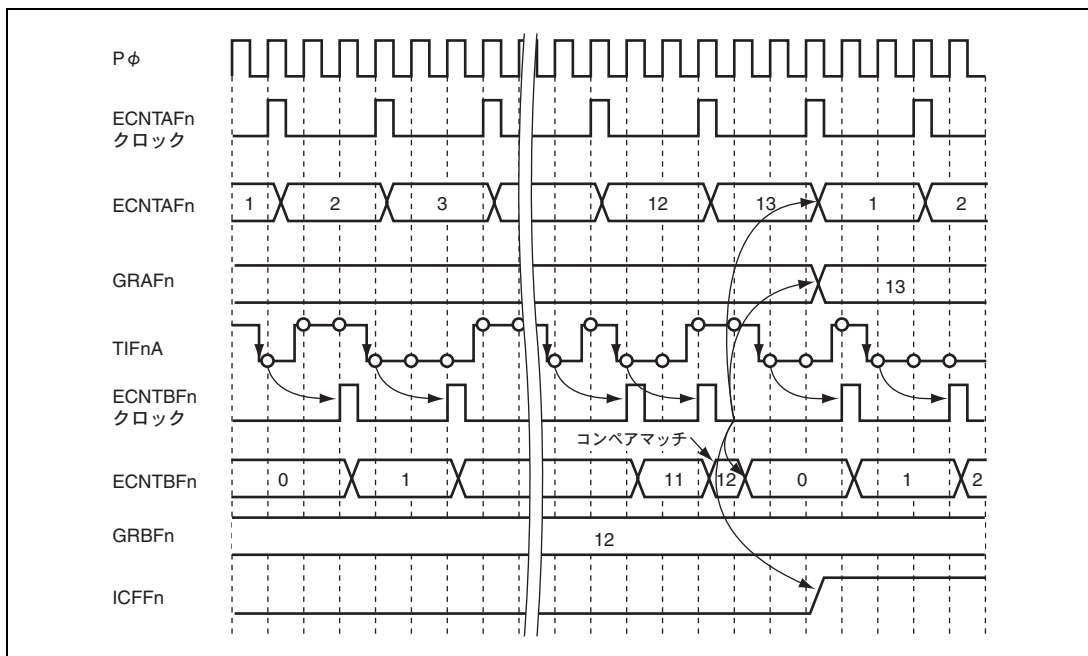

図 13.38 有効エッジ入力間隔計測の動作例
- ECNTBFn : TIFnA入力より与えられた信号のエッジをカウントします。カウント対象のエッジは、立ち上がり、立ち下がり、両エッジのいずれかを選択可能です。この例では立ち下がりエッジをカウントします。また、同期化処理のためにTIFnAには2サイクルの遅れが生じます。ECNTAFnのコンペアマッチの検出後、次のPφクロックに同期してカウント値をクリアします。コンペアマッチによるカウントクリアと同時にカウント対象エッジが与えられた場合は、カウンタクリアとエッジカウントを1サイクルの間に行ったものと見なし、カウント値はH'0001となります。この例を図13.38に示します。
GRBFn に対象とするエッジの数 (GRBFn の値) を指定すると、それだけのエッジをカウントするのに要した時間が GRAFn に得られます。この時間を対象とするエッジの数で割ることによって、エッジ入力間隔の平均値を得ることができます。得られる時間は、ECNTAFn のカウントソースクロックの周期 (GRAFn の値) として示されます。このときのタイマ Fn の動作は次のとおりです。また動作例を図 13.38 に示します。これは、12 個のエッジをを入力するのにカウントソースクロック 13 周期を要した例です。ここでの ECNTAFn クロックと ECNTBFn クロックは、それぞれ時間計測カウンタ ECNTAFn とイベントカウンタ ECNTBFn がカウント動作やクリア動作を行うタイミングを示しています。